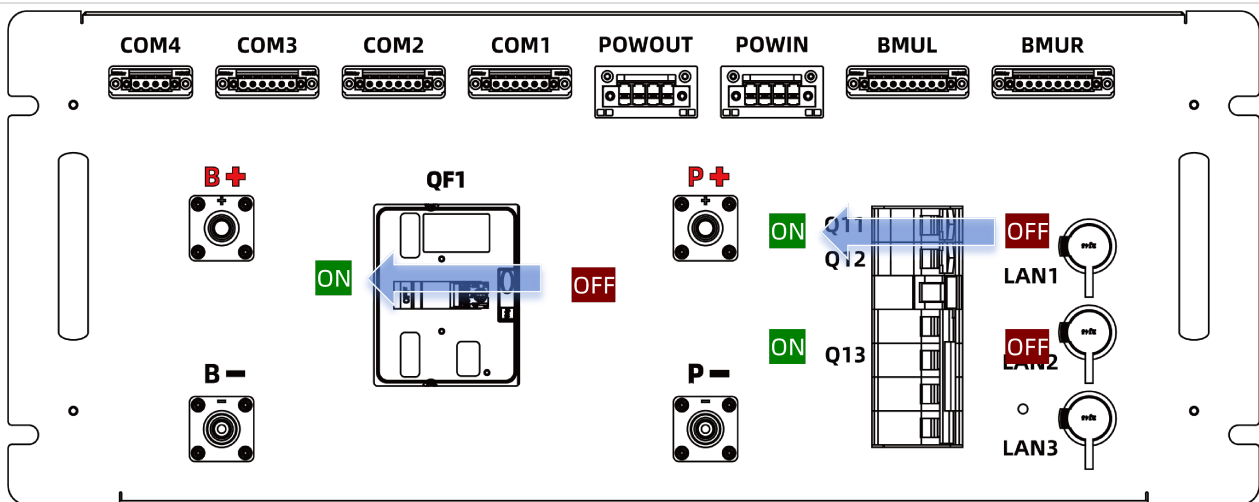

Figura 8-1: Disyuntores en la caja de control de HV
La Figura 8-1 muestra los interruptores automáticos de la caja de control de alta tensión (HV) e indica la dirección para cerrar dichos interruptores.